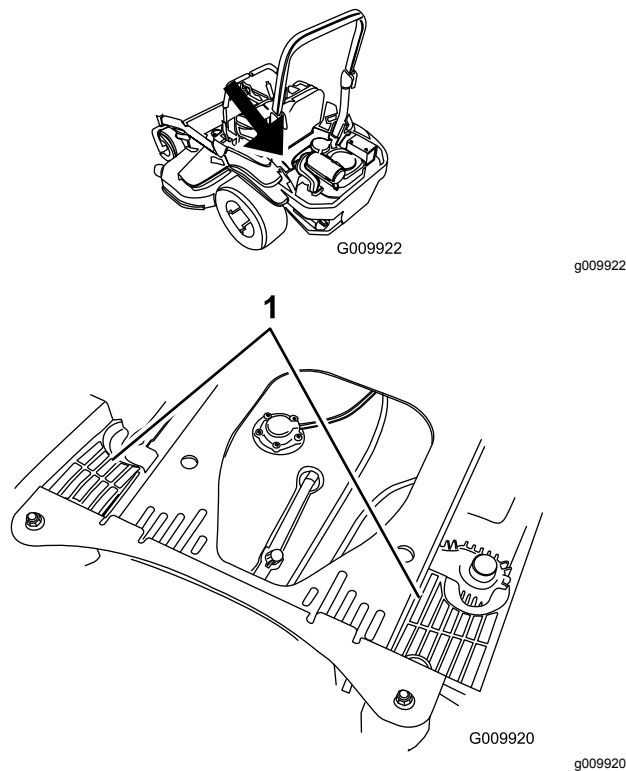

Figura 77
4. Limpie cualquier residuo o hierba de las cubiertas de las unidades hidráulicas (Figura 77).